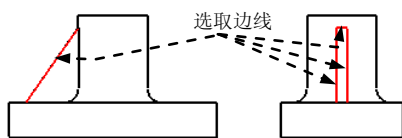
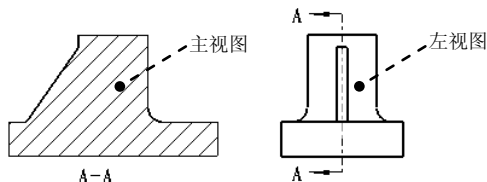

图 3.11.14 创建使用边
图 3.11.15 创建剖面视图
(1) 创建主视图。
① 在图形区右击，在弹出的快捷菜单中选择 **插入普通视图...** 命令，在图形区合适的位置单击来放置主视图，系统弹出“绘图视图”对话框。
② 在“绘图视图”对话框中，选取 **类别** 区域中的 **视图类型** 选项，在 **模型视图名** 列表框中选取 **BOTTOM** 选项，然后单击 **应用** 按钮，则系统即按 **BOTTOM** 的方位定向视图。
③ 选取 **类别** 区域中的 **视图显示** 选项，在 **显示样式** 下拉列表选取 **消隐** 选项，在 **相切边显示样式** 下拉列表选取 **无** 选项，其他参数采用系统默认值，单击 **确定** 按钮，完成主视图的创建。
(2) 创建左视图。
① 在图形区选取上一步创建的主视图，并右击，在弹出的快捷菜单中选择 **插入投影视图...** 命令，在主视图的右侧单击来放置左视图。
② 双击右视图，在弹出的“绘图视图”对话框中，选取 **类别** 区域中的 **视图显示** 选项，在 **显示样式** 下拉列表选取 **消隐** 选项，在 **相切边显示样式** 下拉列表选取 **无** 选项，其他参数采用系统默认值，单击 **确定** 按钮，完成左视图的创建。
Step6. 创建使用边。 选择 **草绘**  **命令**，按住 **Ctrl** 键，依次选取图 3.11.14 所示的四条边线，然后单击中键，完成使用边的创建。
(1) 在图形区双击主视图，在系统弹出“绘图视图”对话框的 **类别** 区域中选取 **截面** 选项，在 **剖面选项** 区域中选中 **2D 剖面** 单选项；将 **模型边可见性** 设置为 **全部**；然后单击 **+** 按钮，在 **名称** 下拉列表框中选取剖面 **A** 选项（A 剖截面在零件模型环境中已创建），在 **剖切区域** 下拉列表框中选取 **完全** 选项，单击 **确定** 按钮，主视图的剖面视图创建完成。
(2) 添加箭头。在图形区选取主视图，然后右击，在弹出的快捷菜单中 **添加箭头** 命令，单击左视图放置剖面箭头，结果如图 3.11.15 所示。